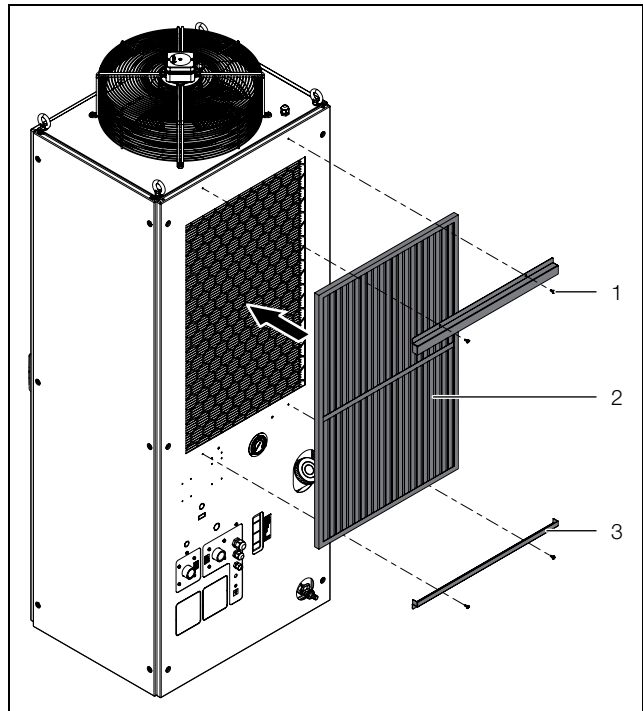

Imagen 11: Montaje de los filtros metálicos
- Monte los dos soportes (imagen 11, pos. 3) mediante los tornillos (imagen 11, pos. 1) en el dorsal de la chiller.